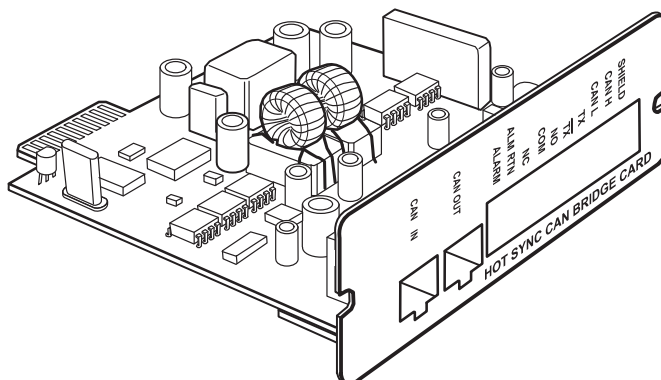

Рисунок 33. Плата Powerware Hot Sync CAN Bridge
4. Распакуйте плату Powerware Hot Sync CAN Bridge и убедитесь, что плата не была повреждена во время транспортировки (см. рисунок 33).